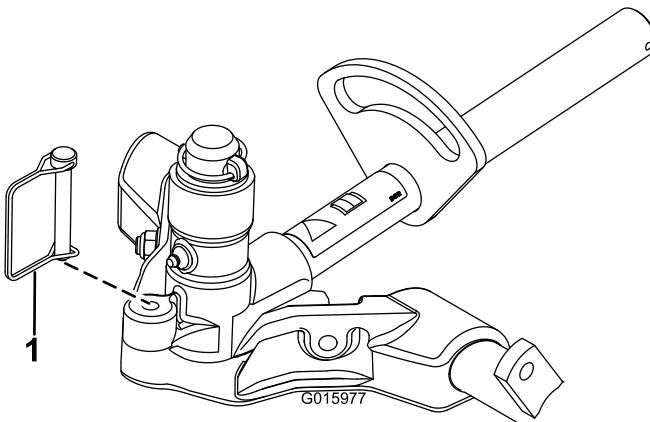

Figura 17
- Per bloccare (fissare) lo sterzo sugli apparati di taglio, fissate la forcella al telaio portante con il perno di ritenuta (Figura 17).